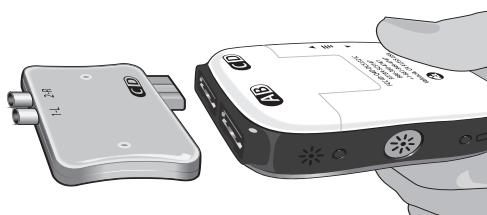

Figur 7: 1x8 operationsrumskabler og forlænger
1. Sæt operationsrumskabelforlænger på operationskablet (Figur 7).